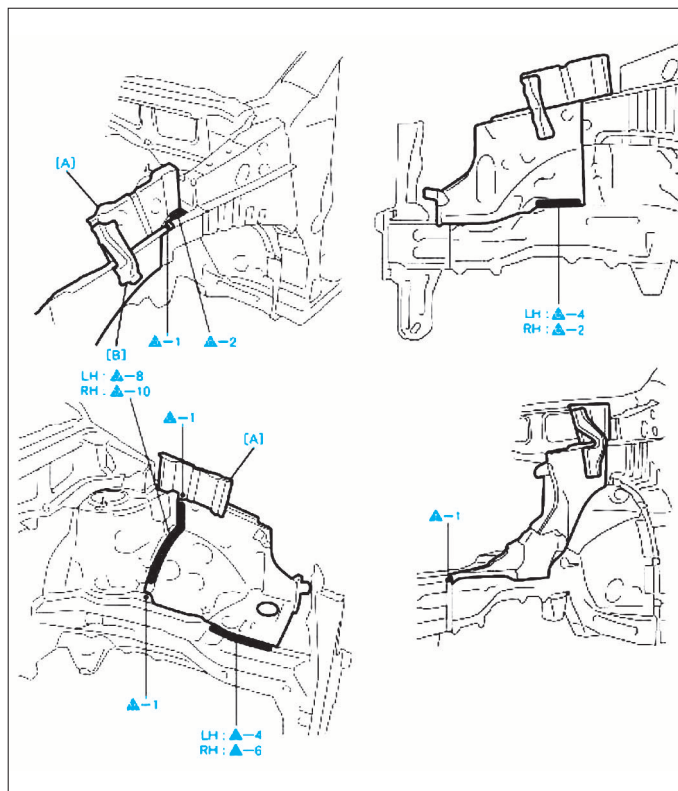

FIG. 7
- Déposer (Fig.7) :
- la plaque (A)
- le prolongement (B).